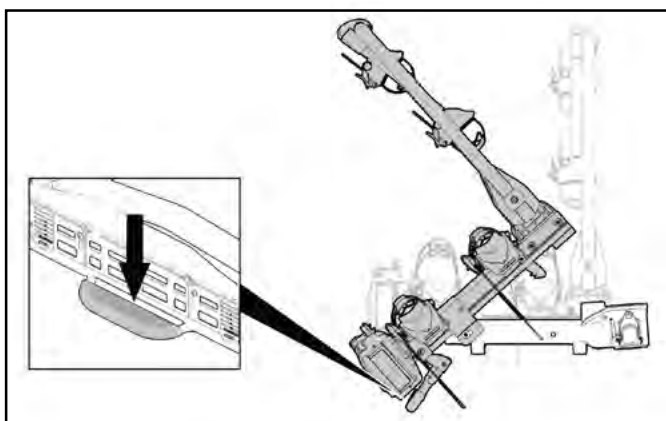

Figure 23 Rabattement du porte-vélos
- Lors du rabattement, tenez le porte-vélos par le vélo. Retirez le verrouillage avec le pied et faites basculer le porte-vélos vers le bas avec la main (Fig. 23).